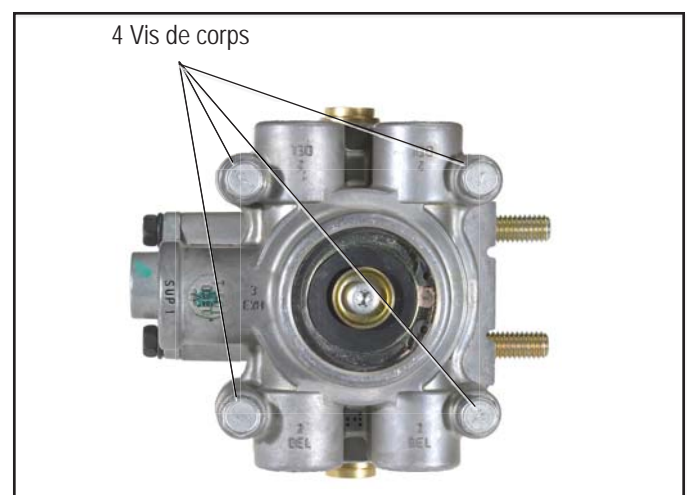

Figure 7 - VUE DE DESSOUS DE LA SOUPE SR-7™
1. À l'aide d'une clé à molette 11,11 mm (7/16 po), enlevez les quatre vis qui servent à fixer les corps supérieurs et inférieurs de la soupape SR-7™. Reportez-vous à la Figure 7. Ne débranchez pas de tuyaux